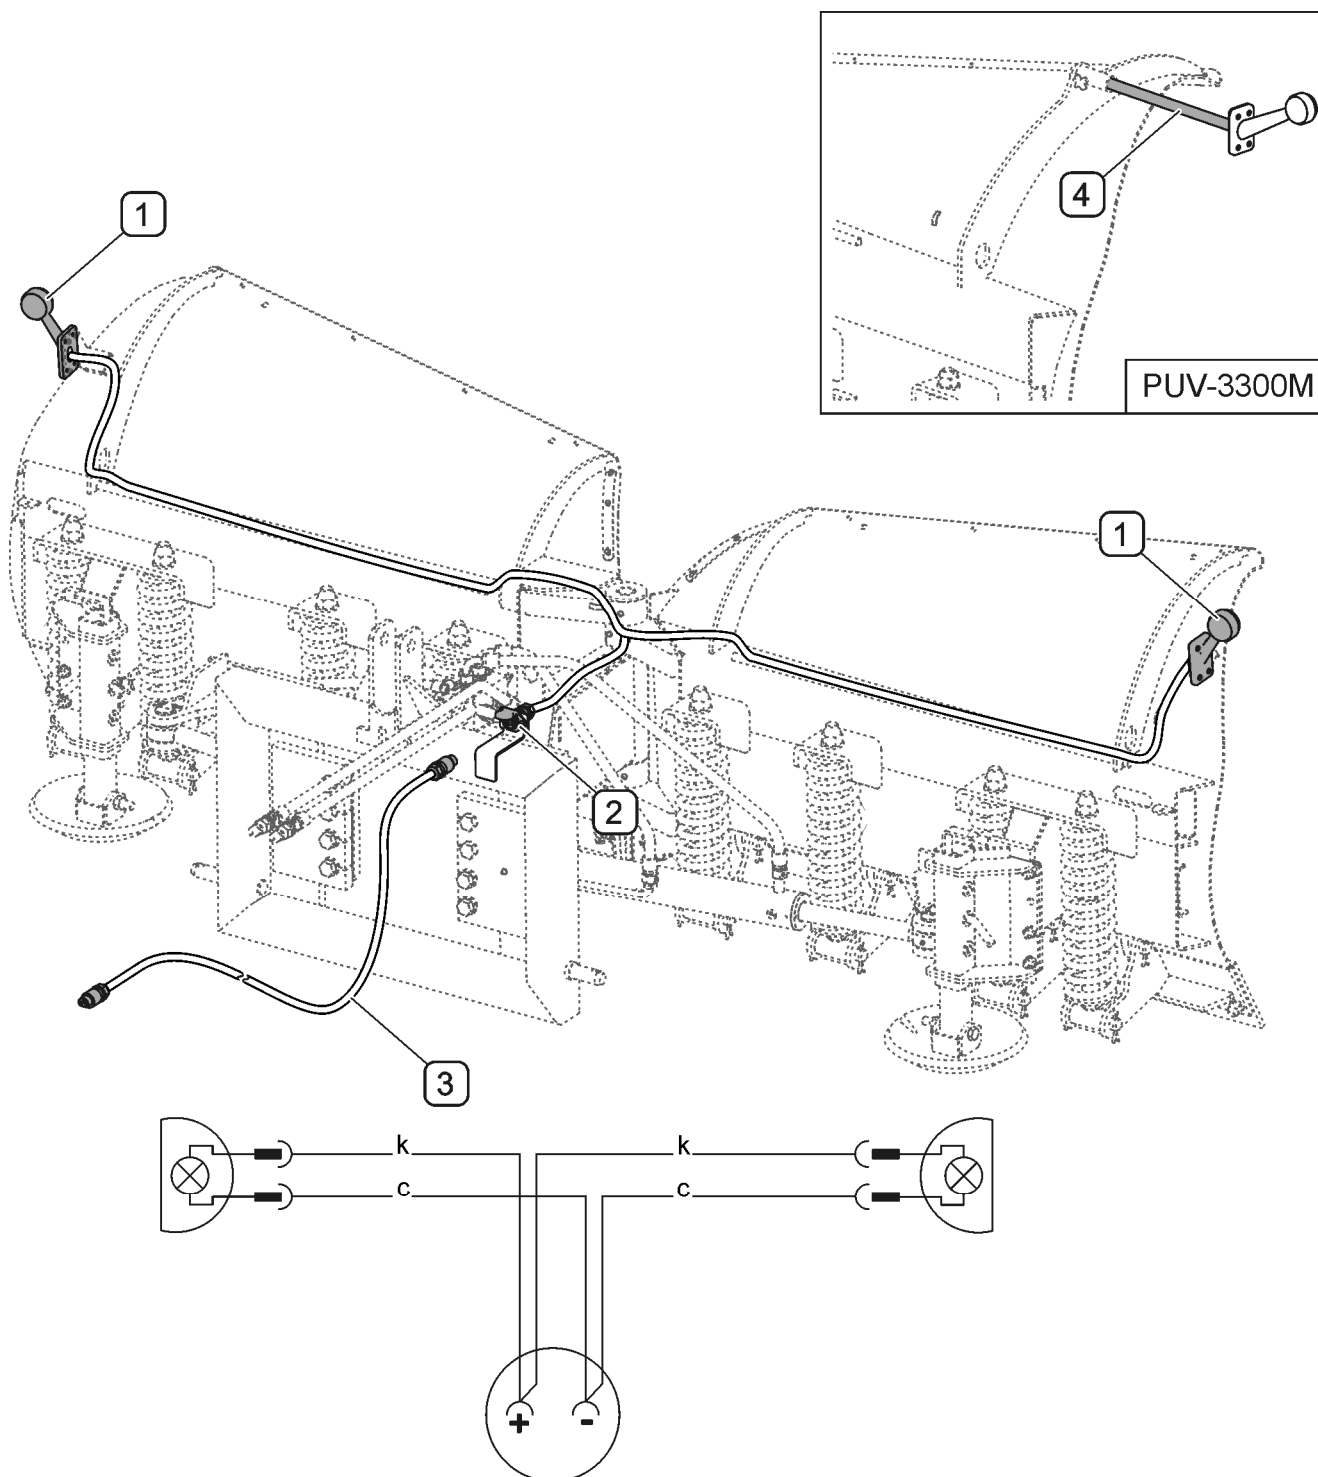

FIG 3.6 Opbygning af el-anlægget f/ markeringslygter
(1) - markeringslygter; (2) - 3-pins kontakt; (3) - tilslutningsledning; (4) - justerbart beslag f/ markeringslygter (kun PUV-3300M)
El-anlægget (FIG 3.6) bruges til forsyning af markeringslygter (1) på sneploven og det forsynes via en tilslutningsledning (3) fra 3-pins kontakt eller 7-pins kontakt i det bærende køretøj (afhængigt af maskinens udstyrsversion).